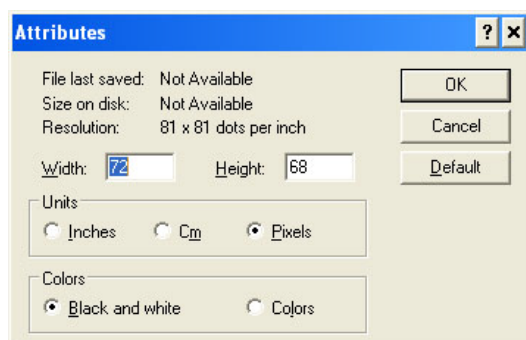

Рисунок 5-45: Оформление изображения
- c. выбирать формат цвета изображения - *черный и белый* (смотрите Рисунок 5-45 на странице 5-60)